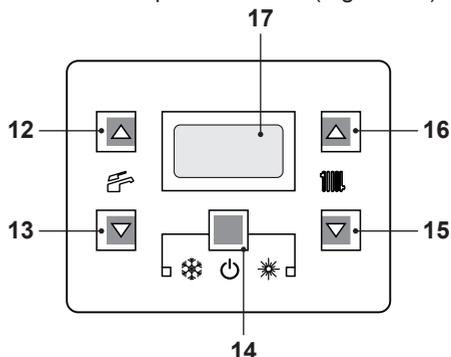
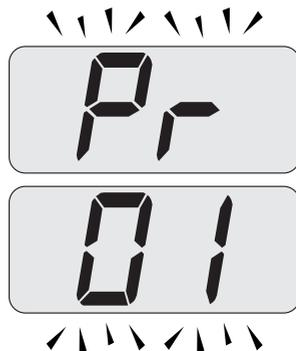
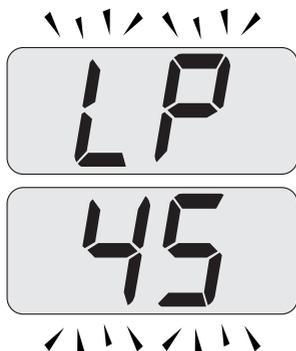
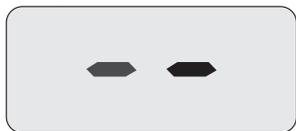

Figura 7.2
Figura 7.3
Figura 7.4
Figura 7.8
- Entrare in "modalità programmazione" premendo contemporaneamente per 10 secondi i tasti 14 - 15 - 16 (Figura 7.2) fino a far apparire sul display LCD le lettere **Pr** che si alternano con il codice **01**, indicanti l'entrata nel "parametro 01" (Figura 7.3).
- Premere contemporaneamente i tasti 15 e 16 (Figura 7.2) fino a far apparire sul display LCD le lettere **LP** che si alternano con il valore di temperatura dell'acqua di riscaldamento (es. **45**), indicanti l'entrata nell'attivazione della "funzione spazzacamino" alla potenza minima (Figura 7.4).
- Premere il tasto 15 (Figura 7.2) fino a far apparire sul display LCD le lettere **LP** che si alternano con il valore di temperatura dell'acqua di riscaldamento (es.**60**), indicanti l'entrata nell'attivazione della "funzione spazzacamino" alla potenza minima
- Spegner la caldaia tenendo premuto per 2 secondi il tasto 14 (Figura 7.2) fino a far apparire sul display LCD il simbolo  (Figura 7.8).